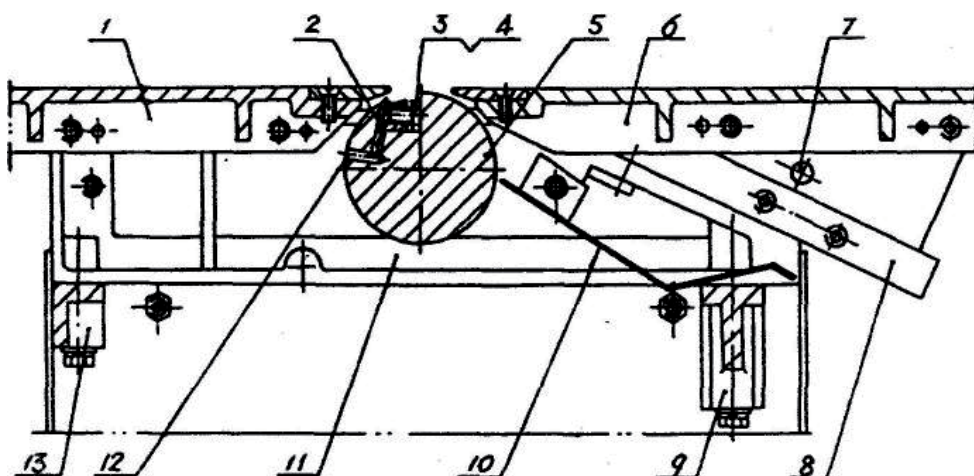

Рис. 5 Строгальный блок
Строгальный блок (Рис. 5)
- См. Рис. 5. Ослабьте болт ножа 3, вставьте отвертку в отверстие 12, вытяните механизм 2 наружу, затем немного закрутите болт 3, поместите плоскую линейку на среднюю часть краевой пластины заднего стола 1.
- Поставьте упор для фасок с направляющей и соедините направляющую с основанием, как показано слева на Рис. 5. Установите направляющую с правой стороны стола.